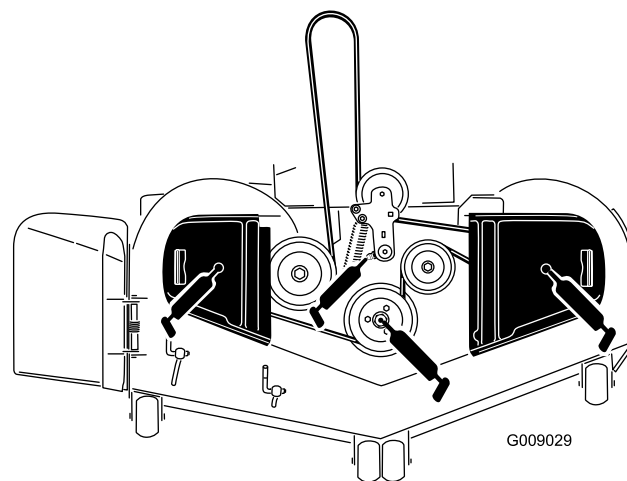

Figura 46
4. Lubrifique a articulação da polia intermédia da plataforma do cortador até o lubrificante sair por baixo (Figura 46).
5. Lubrifique os três rolamentos do eixo até o lubrificante sair pelos vedantes inferiores (Figura 46).